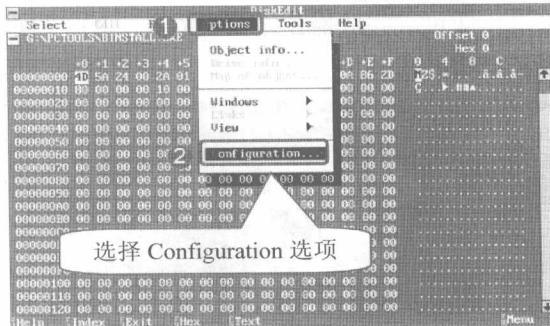

图 8-23 选择 Options | Configuration 选项
步骤④ 按回车键，此时会出现硬盘的引导扇区窗口，在此窗口中要先将软件的只读模式去掉才能进行下面的操作。用户可以按【Alt】与【→】、【←】方向键，选择 Options | Configuration 选项，如图 8-23 所示。